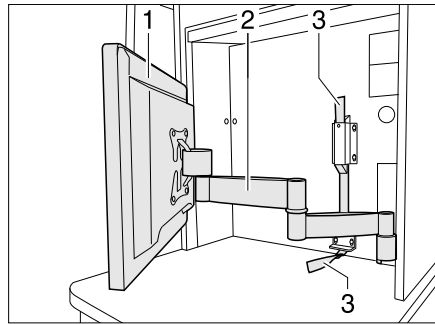

Bild 84 Flachbildschirm mit Gelenkarm
- Am Textilband (Bild 84,3) ziehen, um den Gelenkarm (Bild 84,2) zu entriegeln.
- Flachbildschirm (Bild 84,1) in die gewünschte Position schwenken.